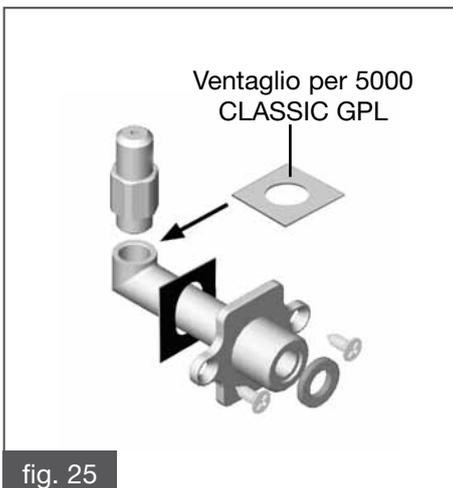

fig. 25
- Per passare da un tipo di gas ad un altro è sufficiente sostituire opportunamente l'ugello del bruciatore principale (vedi fig. 25) come da valori indicati nella tabella dei dati tecnici.